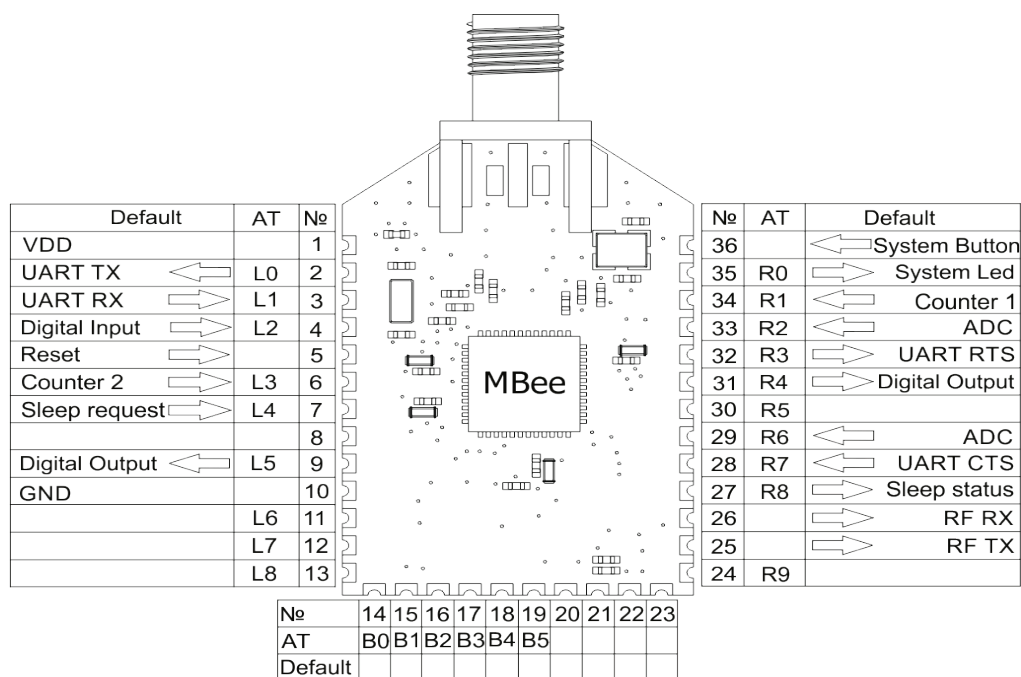

Рисунок 2
2. Смотрим (Рисунок 2), какой линии соответствует сигнал RTS (выход модуля). Это линия R3. Из Таблицы 1 также узнаем, что режиму системного светодиода соответствует код 10.